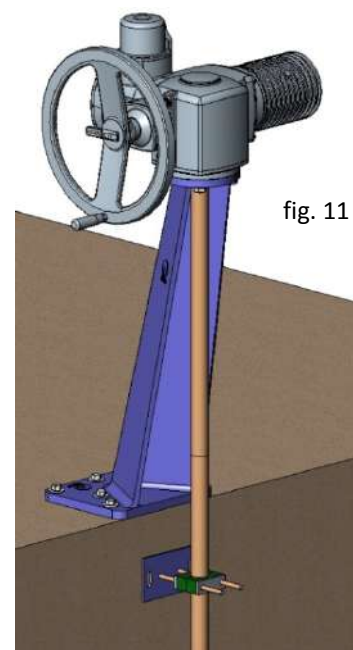

fig. 11
- Possibilité de colonne inclinée (fig. 11).